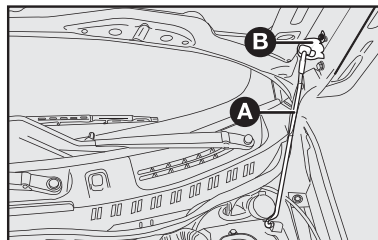

fig. 90
4) introduzir a extremidade da vareta **A** na abertura **B** do capô do motor **fig. 90**.
- 1) manter levantado o capô com uma mão e, com a outra, tirar a vareta **A-fig. 90** da abertura **B** e repô-la no seu dispositivo de bloqueio;